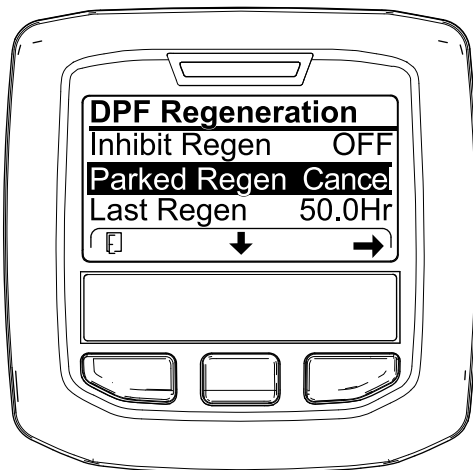
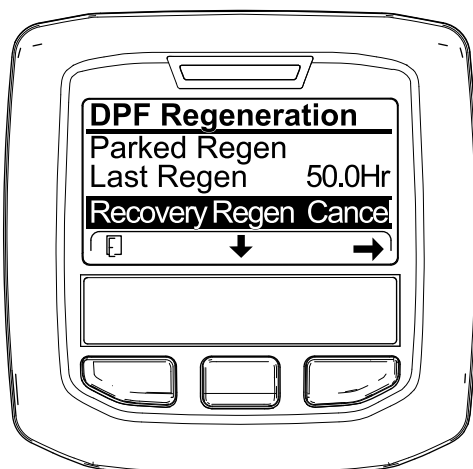

Figura 70
Figura 71
1. Vaya al menú de Regeneración del DPF (Figura 70).
2. Pulse el botón central para desplazarse hacia abajo a CANCELAR REGENERACIÓN ESTACIONARIA (Figura 70) o CANCELAR REGENERACIÓN DE RECUPERACIÓN (Figura 71).
3. Pulse el botón derecho para seleccionar la opción Cancelar (Figura 70 o Figura 71).